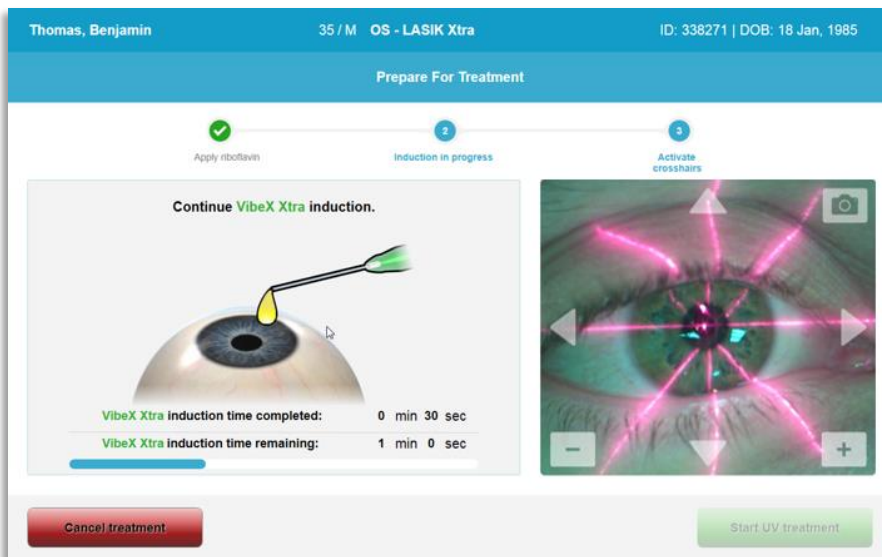

Figura 3-22. Allineamento del reticolo durante l'induzione
- I laser rossi di allineamento si accenderanno 30 secondi prima della fine del periodo di induzione, come mostrato nella Figura 3-22.